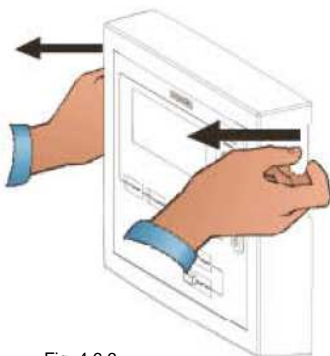

Fig. 4.6.3
4. Abra o painel frontal (Fig. 4.6.3/4.6.4), (certifique-se de que a chave esteja na posição aberta) e aperte os parafusos.